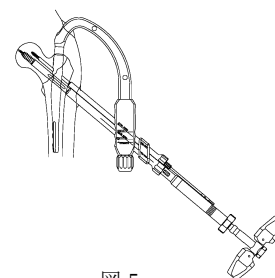

図5
- 5) ラグスクリューT レンチにてラグスクリューを挿入します。必要に応じ、圧迫ナットを用いて骨折部へ圧迫をかけます。(図5)